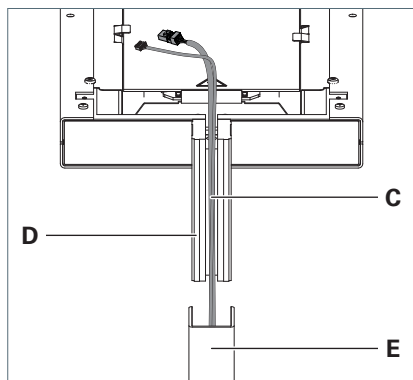

Fig. 2: Montaggio della testa dell'apparecchio d'illuminazione sul tubo verticale.
- Fare passare i cavi **C** dal basso attraverso la scanalatura nel braccio di supporto **D** sulla testa dell'apparecchio d'illuminazione e inserire il braccio di supporto completamente nel tubo verticale **E**, vedi Fig. 2.